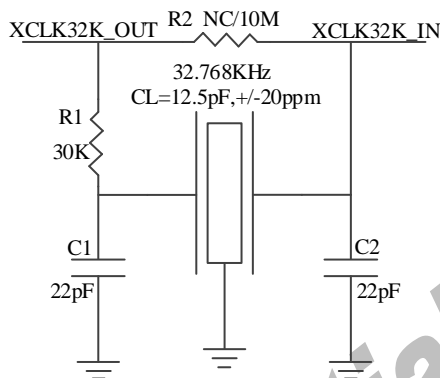

图 2-2 32.768KHz 晶振电路
32.768KHz 晶振电路（晶振负载电容  $CL=12.5pF$ ），参考电路如图 2-2 所示。